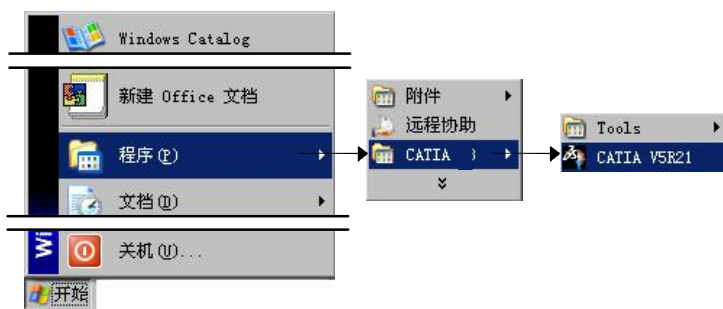

图 1.5.2 Windows “开始”菜单
Step 2 选择  **程序(P)** →  **CATIA** →  **CATIA V5R21** 命令，如图 1.5.2 所示，系统便进入 CATIA V5 软件环境。